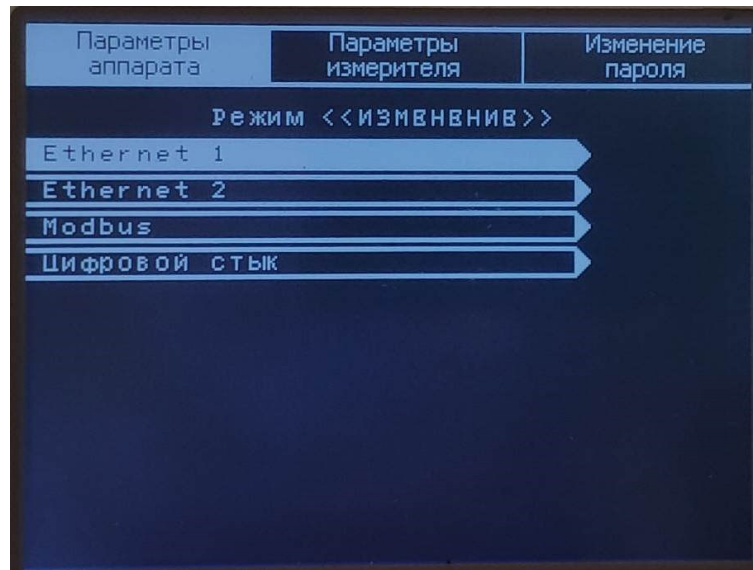

Рисунок 12 – Подраздел «Конфигурация локальных сетей»
2.1.4. «Конфигурация локальных сетей» - подраздел предназначен для конфигурирования параметров локальных сетей Ethernet, Modbus, «Цифровой стык» (см. рисунок 12).